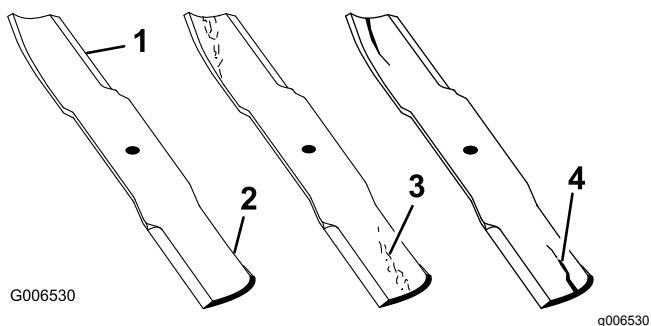

Figure 88
1. Inspeccione los filos de corte (Figure 88).
4. Si observa fisuras, desgaste o la formación de una ranura en esta zona, instale de inmediato una cuchilla nueva (Figure 88).